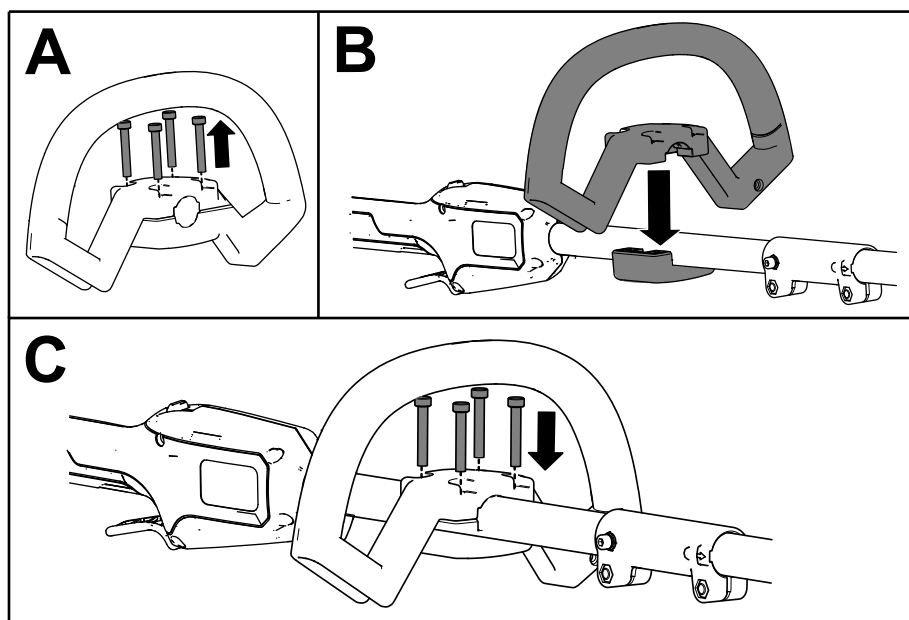

Rysunek 4
1. Rozłóż uchwyt (ramka A na Rysunek 4).
2. Ustaw przycisk blokady na dolnej części wysięgnika równo z podłużnym otworem na górnej części wysięgnika, po czym wsuń obie części w siebie (ramki B i C na Rysunek 4).
Informacja: Po zamocowaniu części wysięgnika przycisk blokady powinien z kliknięciem wskoczyć w otwór (ramka D na Rysunek 4).
3. Za pomocą dołączonego klucza imbusowego dokręć mocno śrubę na łączniku wysięgnika (ramka E na Rysunek 4).